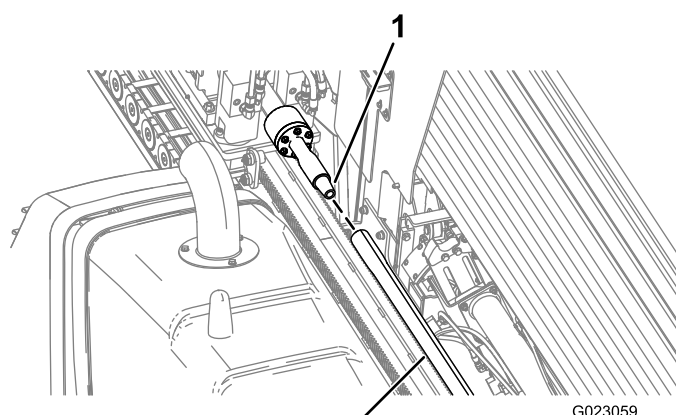

Bild 48
9. Drehen Sie die Bohrspindel nach rechts und fahren Sie den Bohrwagen langsam vorwärts, um die Spindel in das Rohrende mit Innengewinde einzuführen (Bild 48).
- Drehen Sie die Bohrspindel nach rechts und fahren Sie den Bohrwagen langsam vorwärts, um die Spindel in das Rohrende mit Innengewinde einzuführen (Bild 48).